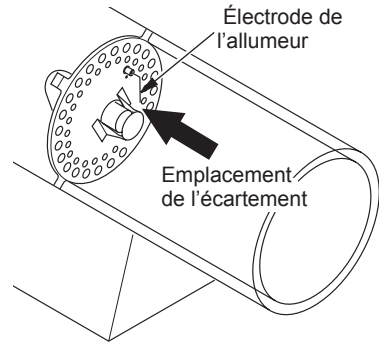

Figure 12 - Écartement entre l'électrode d'allumage et la plaque cible
7. Réglez l'écartement entre l'électrode de l'allumeur et la plaque cible à 43,18 cm (0,17 po) (voir Figure 12).